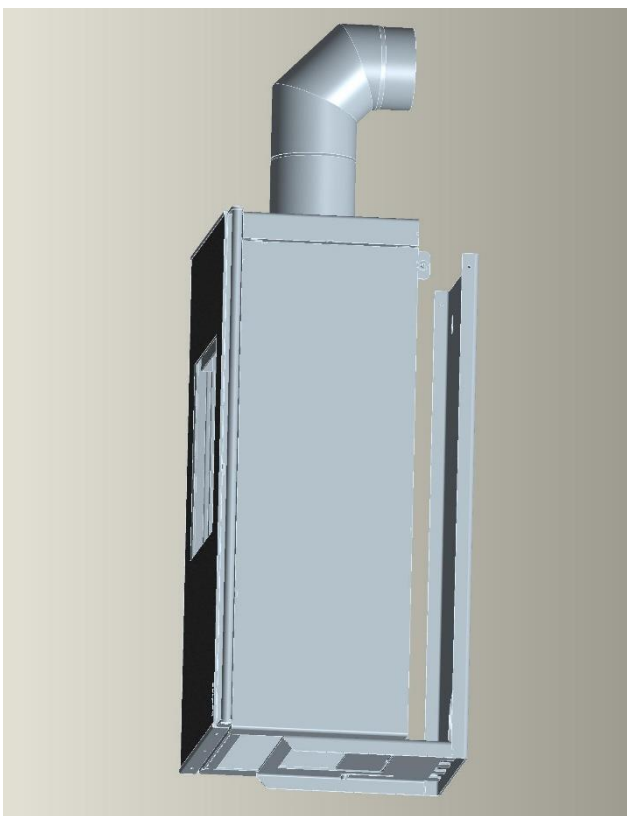

Fig. 9 : raccorder le tuyau de fumée
5. Tirer entièrement le corps du poêle vers l'avant jusqu'à la butée avec précaution. Insérer le tuyau de fumée avec le coude, raccorder la rallonge horizontale du tuyau de fumée le cas échéant (Fig. 9).